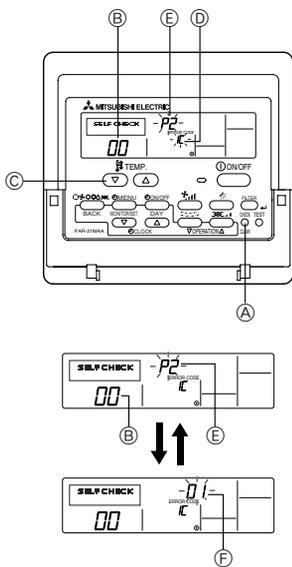

Fig. 7-3
7.3.1. Voor de afstandsbediening met draad (Fig. 7-3)
- ① Schakel de netspanning aan.
- ② Druk tweemaal op de [CHECK]-knop.
- ③ Stel met de [TEMP]-knop het adres van het koelmiddel in, indien systeemregeling wordt gebruikt.
- ④ Druk op de [ON/OFF]-knop om de zelfcontrole te stoppen.